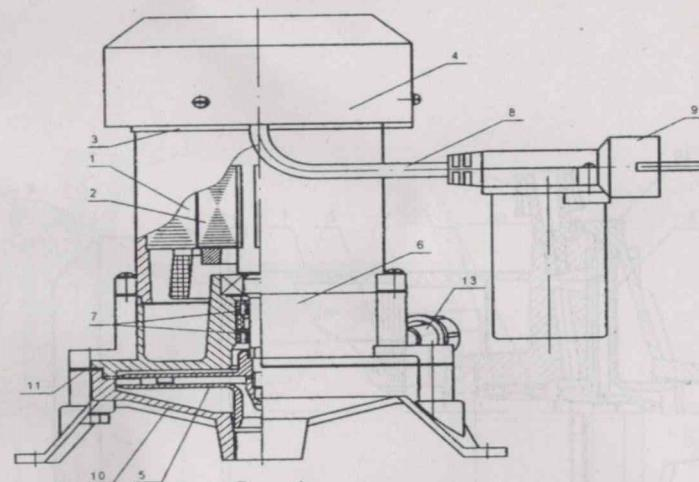

Рис. 1
1.4.1 Электронасос (рис.1, или 2, или 3, или 4) представляет собой моноблок, состоящий из электродвигателя и центробежного насоса.
Для удобства транспортировки электронасоса вертикального 1-го варианта, горизонтального, универсального винт 13 поставляется отдельно. Перед запуском винт 13 установить на место (см. рис. 1, 3, 4).
1.6.4 Не допускается работа электронасоса без заливки водой, так как в этом случае могут выйти из строя манжеты 7 (рис. 1, 2, 3, 4).